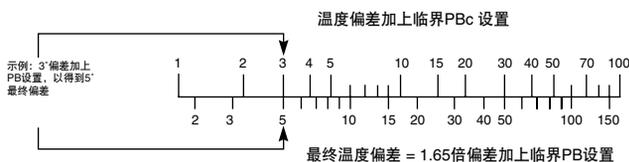

图4：线列图I
用在“临界”BP设置下得到的初始温度偏差乘以1.65或者使用方便的线列图I（见图4）就可计算出所需的最终温度偏差。用试误法尝试几次PB控制的设置，直到得到所需的最终温度偏差。
2. 增大PB设置，直到温度偏差（固定偏差）增大65%。线列图I（见图4）提供了计算所需最终温度偏差的简便方法。